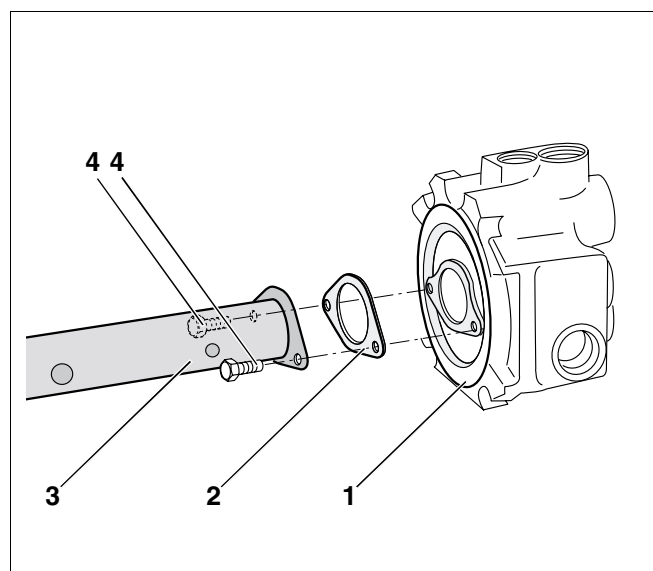

Fig. 25 Se montează conducta de alimentare, împreună cu racordurile aferente
- Conducta de alimentare (Fig. 25, **Poz. 3**) se strânge cu șuruburi M 8 × 16 (Fig. 25, **Poz. 4**) și inelul de etanșare se fixează (Fig. 25, **Poz. 2**) la elementul de racord (Fig. 25, **Poz. 1**).